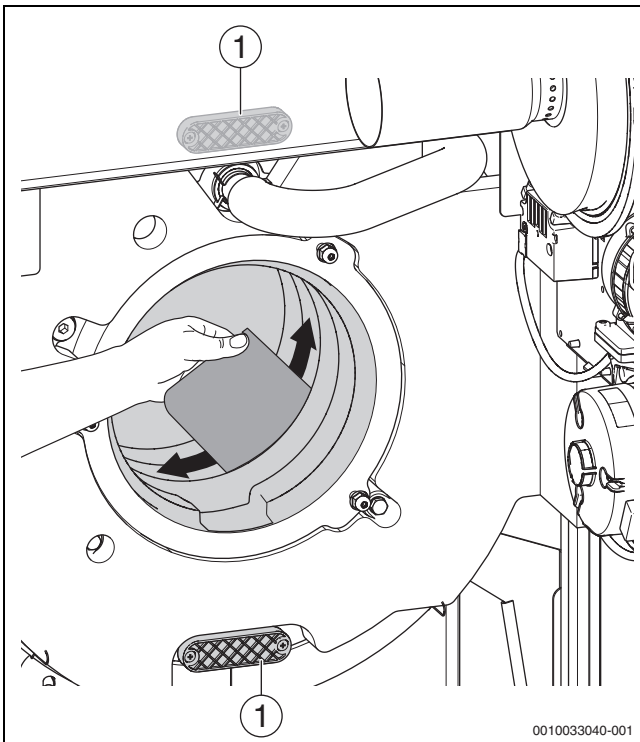

Bild 81 Heizgasspalte mit Reinigungsspachtel reinigen
- ▶ Befestigungsschrauben der beiden Reinigungsdeckel (→Bild 81, [1]) entfernen.
- ▶ Heizgasspalte mit Reinigungsspachtel reinigen (→ Bild 81). Hinweise zur Reinigung beachten!